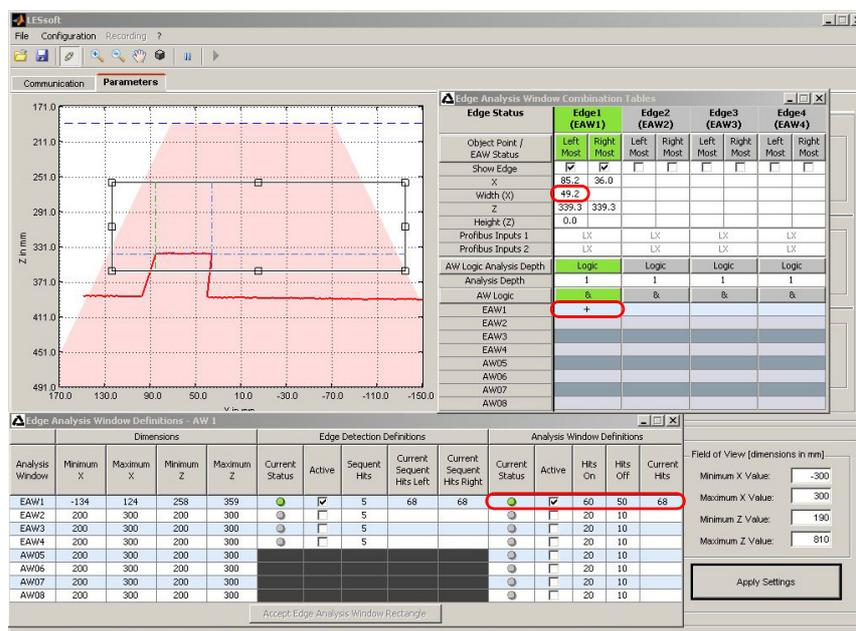

Bild 9.9: Applikationsbeispiel 3.1: Breitenkontrolle kubischer Objekte mit Objekterkennung
Der Schwellwert zur Objekterkennung im EAW1 beträgt 60 Hits. In Bild 9.9 befindet sich ein breites Objekt mit **Current Hits = 68** im Messbereich des LES. Das Objekt wird erkannt, der Status der Objekterkennung ist grün (**ok**). Im Fenster Edge Analysis Window Combination Tables ist die zusätzliche Objekterkennung durch Anwahl von **+** unter EAW1 aktiviert. Alle Ergebnisse sind grün (**ok**). Die ermittelte Breite des Kartons beträgt 49,2mm (Spalte Edge1 -> Zeile Width (X)).